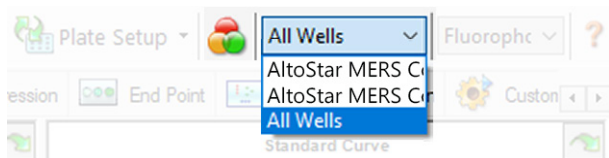

Figura 4: Pulsante Well Group (Gruppo pozzetto) e menu a discesa Well Group (Gruppo pozzetto)
Nella finestra Data Analysis (Analisi dei dati) assicurarsi di selezionare il rispettivo **Well Group** (Gruppo pozzetto) del kit AltoStar® MERS-CoV RT-PCR Kit 1.5. Quindi, fare clic sul menu a discesa **Well Group** (Gruppo pozzetto) vicino al pulsante **Well Group** (Gruppo pozzetto) (vedere figura 4) della barra degli strumenti. Non usare il **Well Group** (Gruppo pozzetto) “All Wells” (“Tutti i pozzetti”). La selezione nella figura 4 è riportata unicamente a titolo di esempio generico.
1. Nella finestra Data Analysis (Analisi dei dati) assicurarsi di selezionare il **Well Group** (Gruppo pozzetto) del kit AltoStar® MERS-CoV RT-PCR Kit 1.5. Quindi, fare clic sul menu a discesa **Well Group** (Gruppo pozzetto) vicino al pulsante **Well Group** (Gruppo pozzetto) (vedere figura 4) della barra degli strumenti.
1. Nella finestra Data Analysis (Analisi dei dati) assicurarsi di selezionare il rispettivo **Well Group** (Gruppo pozzetto) del kit AltoStar® MERS-CoV RT-PCR Kit 1.5. Quindi, fare clic sul menu a discesa **Well Group** (Gruppo pozzetto) vicino al pulsante **Well Group** (Gruppo pozzetto) (vedere figura 4) della barra degli strumenti.